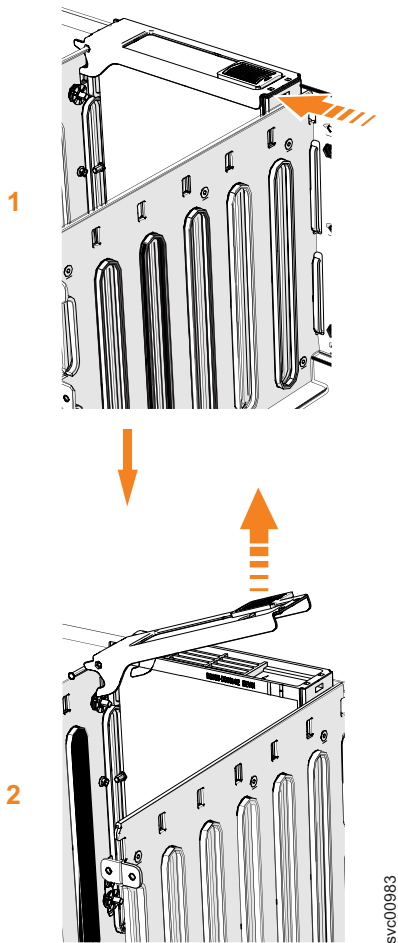

Abbildung 112. Laufwerkbaugruppe entfernen
5. Schieben Sie den Entriegelungshebel ( **1** ) nach vorne (siehe Abb. 112 auf Seite 123).
6. Heben Sie den Griff ( **2** ) an, um den Laufwerkswagen von der Trennwand zu entriegeln (siehe Abb. 112). Stellen Sie sicher, dass die Spitze an der Unterseite der Verriegelung vollständig ausgekuppelt ist.